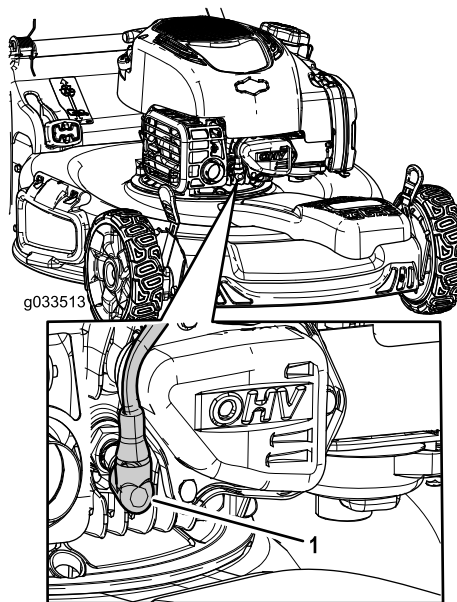

Figura 30
2. Staccate il cappello dalla candela (Figura 30) prima di eseguire interventi di manutenzione.